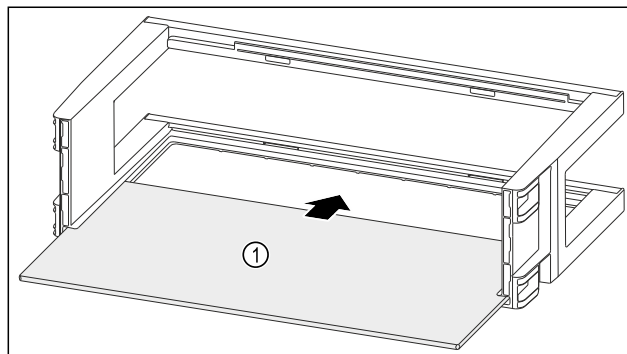

Fig. 111
- Вкарайте рафта Fig. 111 (1) в страничните прорези.